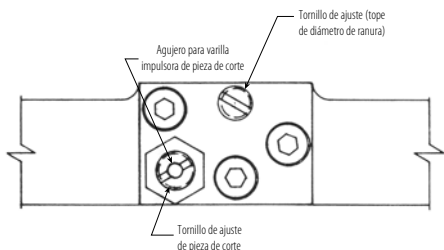

FIGURA 3
4. Introduzca la varilla impulsora de acero de diámetro 1/8" en el agujero trasero del muelle de hojas y en el tornillo de ajuste de la pieza de corte, como en la foto. Empuje la pieza de corte con la varilla. Ver emplazamiento del tornillo de ajuste de la pieza de corte en la Figura 3.
2. Con una llave abierta de $\frac{1}{16}$ " afloje la tuerca de bloqueo del tornillo de ajuste de la pieza de corte. Ver Figura 3.